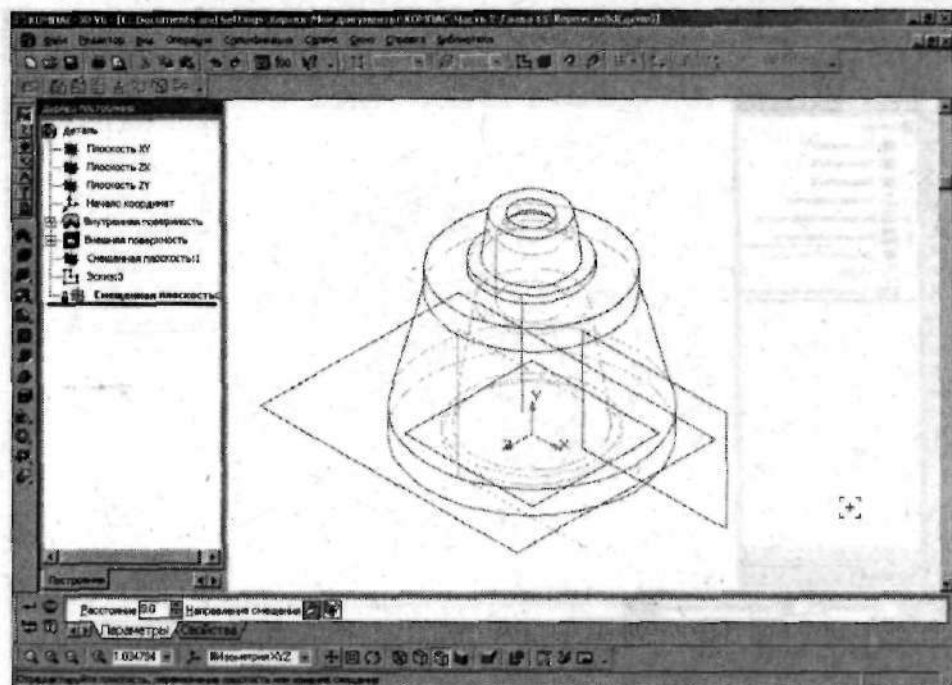

Рис. 2.182. Создайте еще одну вспомогательную плоскость
11. Создайте вспомогательную плоскость, удаленную от *Плоскости XZ* на 9 мм (рис. 2.182). В этой плоскости будет создан эскиз, перемещение вдоль которого позволит срезать излишний материал на детали.